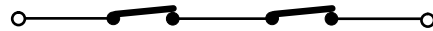

Fig. 12
N.B. Se due o più dispositivi hanno la stessa funzione (apertura o chiusura) vanno collegati in serie tra di loro (vedi fig.12). Devono essere utilizzati contatti N.C.
Per installare più dispositivi di STOP collegare i contatti N.C. in serie (vedi fig.12).